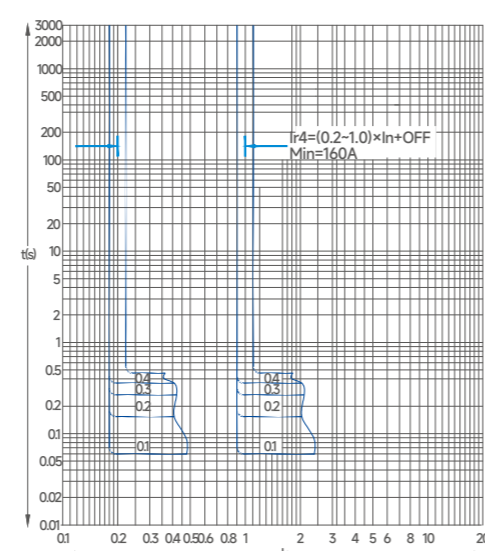

图5 M型接地故障保护特性
3.1.5 M、H型过电流脱扣保护特性见图4, 接地故障保护特性见图5。